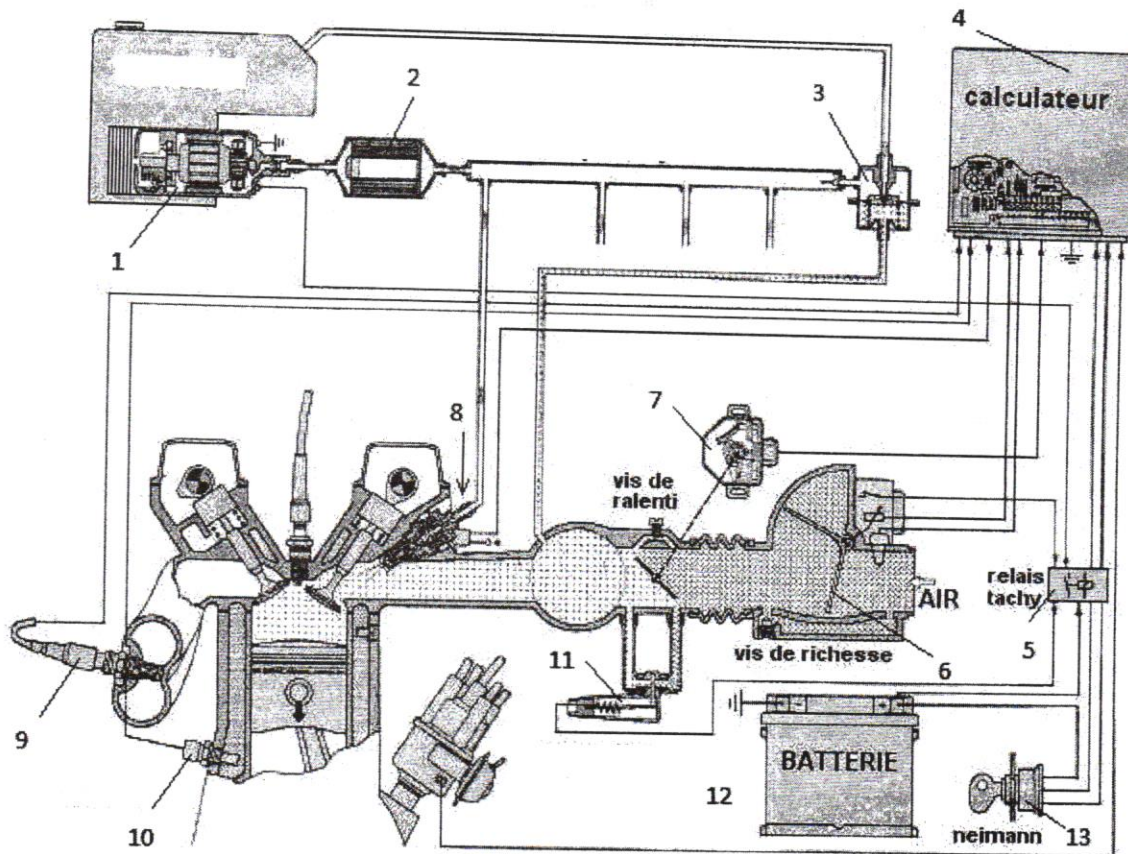

Figure 1
- 1- Nommez le système de la figure 1.
- 3- Identifiez les éléments numérotés 1, 3, 7, et 9 sur la figure 1.